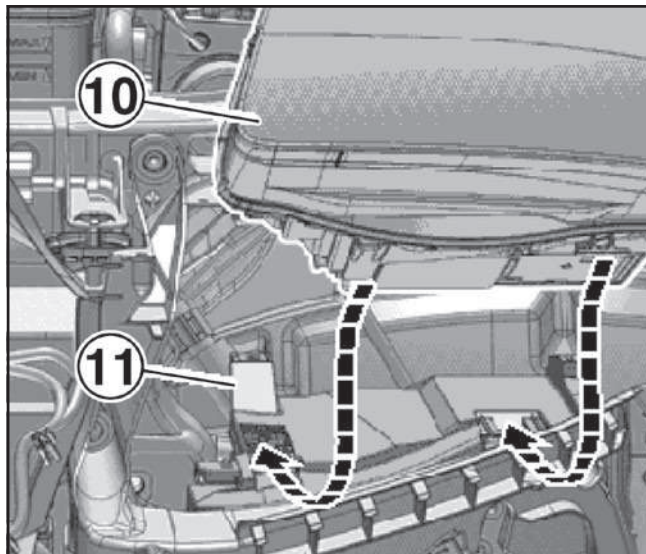

Fig. 3
- Durante el montaje del proyector (10) dans el alojamiento (11), procurar que los raíles del proyector encajen en las guías del alojamiento (flechas) (Fig. 3).